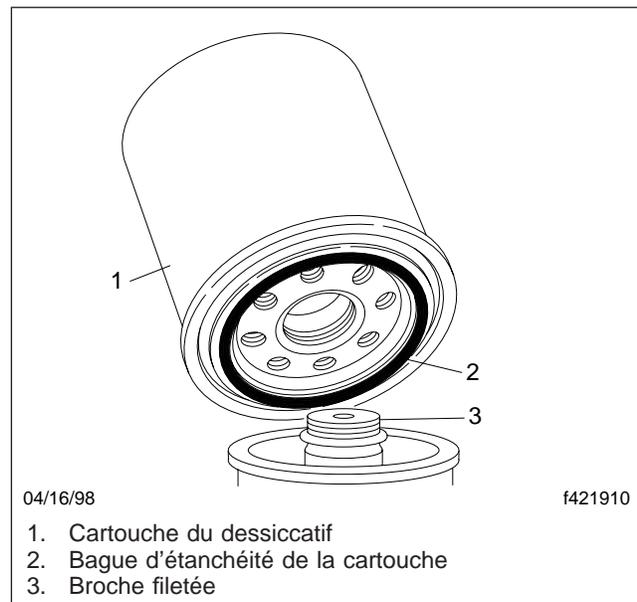

Fig. 7, Remplacement de la cartouche du dessiccateur
4. Sur la nouvelle cartouche du dessiccateur, lubrifiez la bague d'étanchéité avec de la graisse de silicone. Voir la **figure 7**.